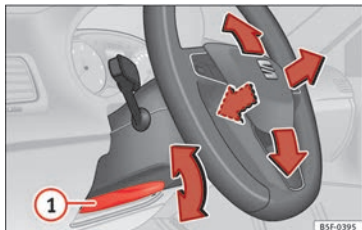

Fig. 19 Levier sur la partie inférieure latérale gauche de la colonne de direction.
• Régler la position du volant : tirez le levier ☞ fig. 19 ① jusqu'en bas, déplacez le volant